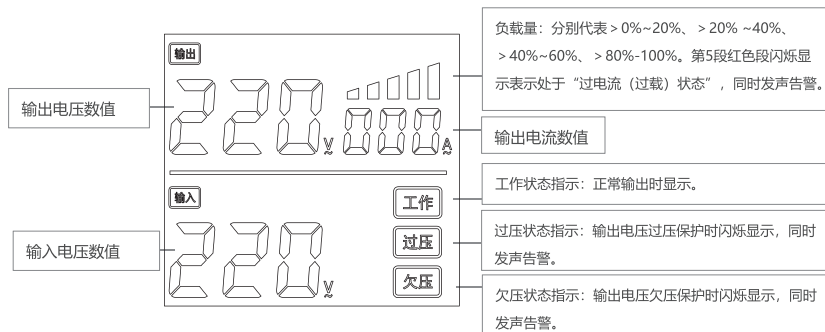

图2 显示界面说明
- 5.5 全系列采用彩色高清显示屏显示数据及工作状态显示，显示屏界面说明见图2。